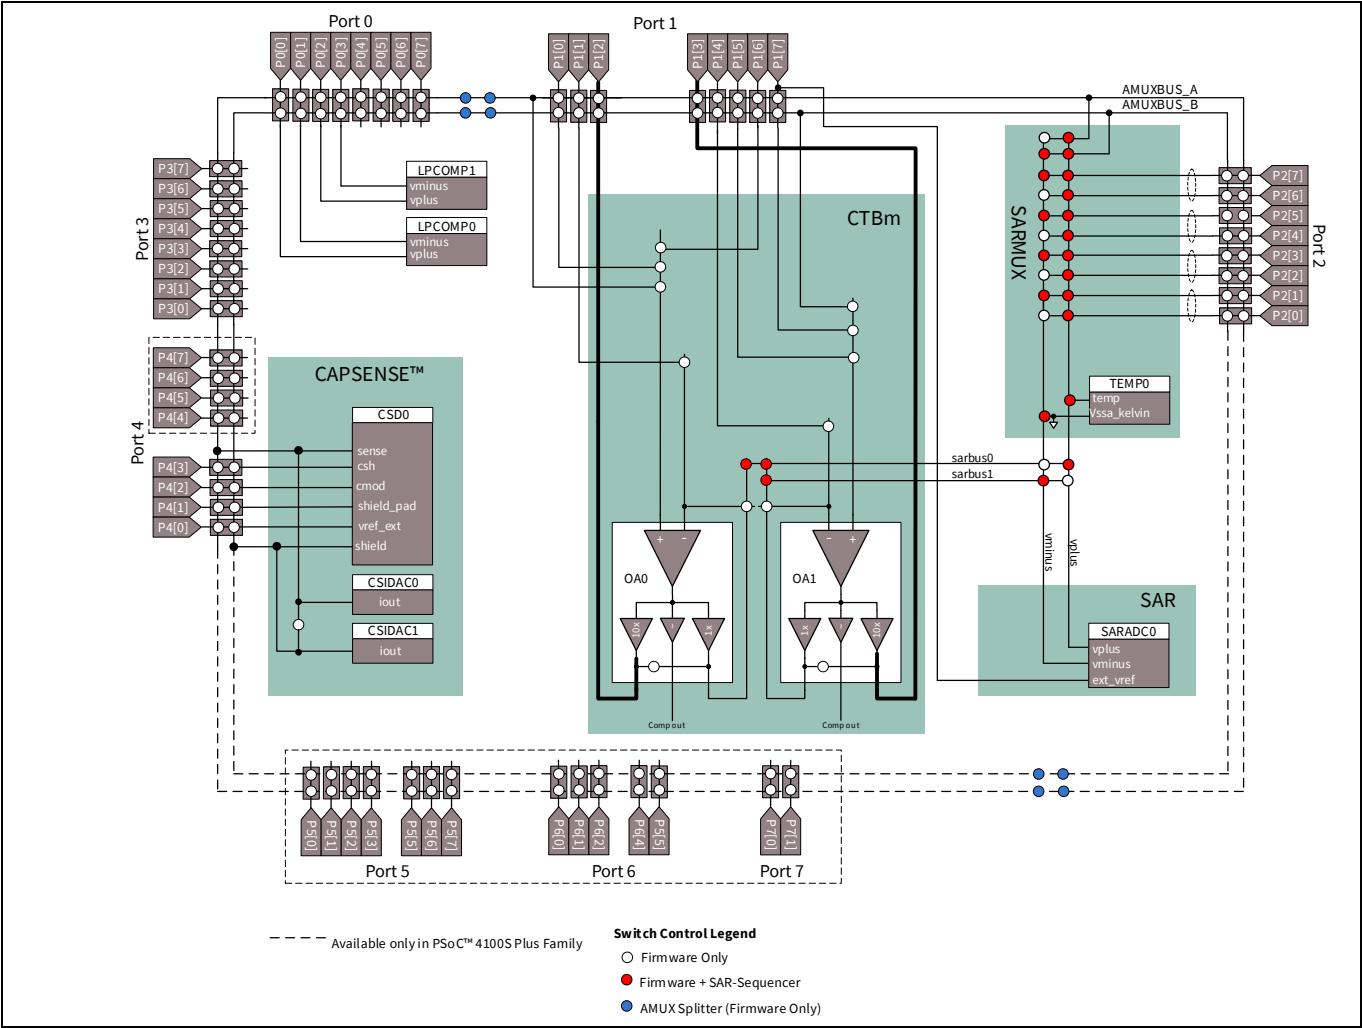
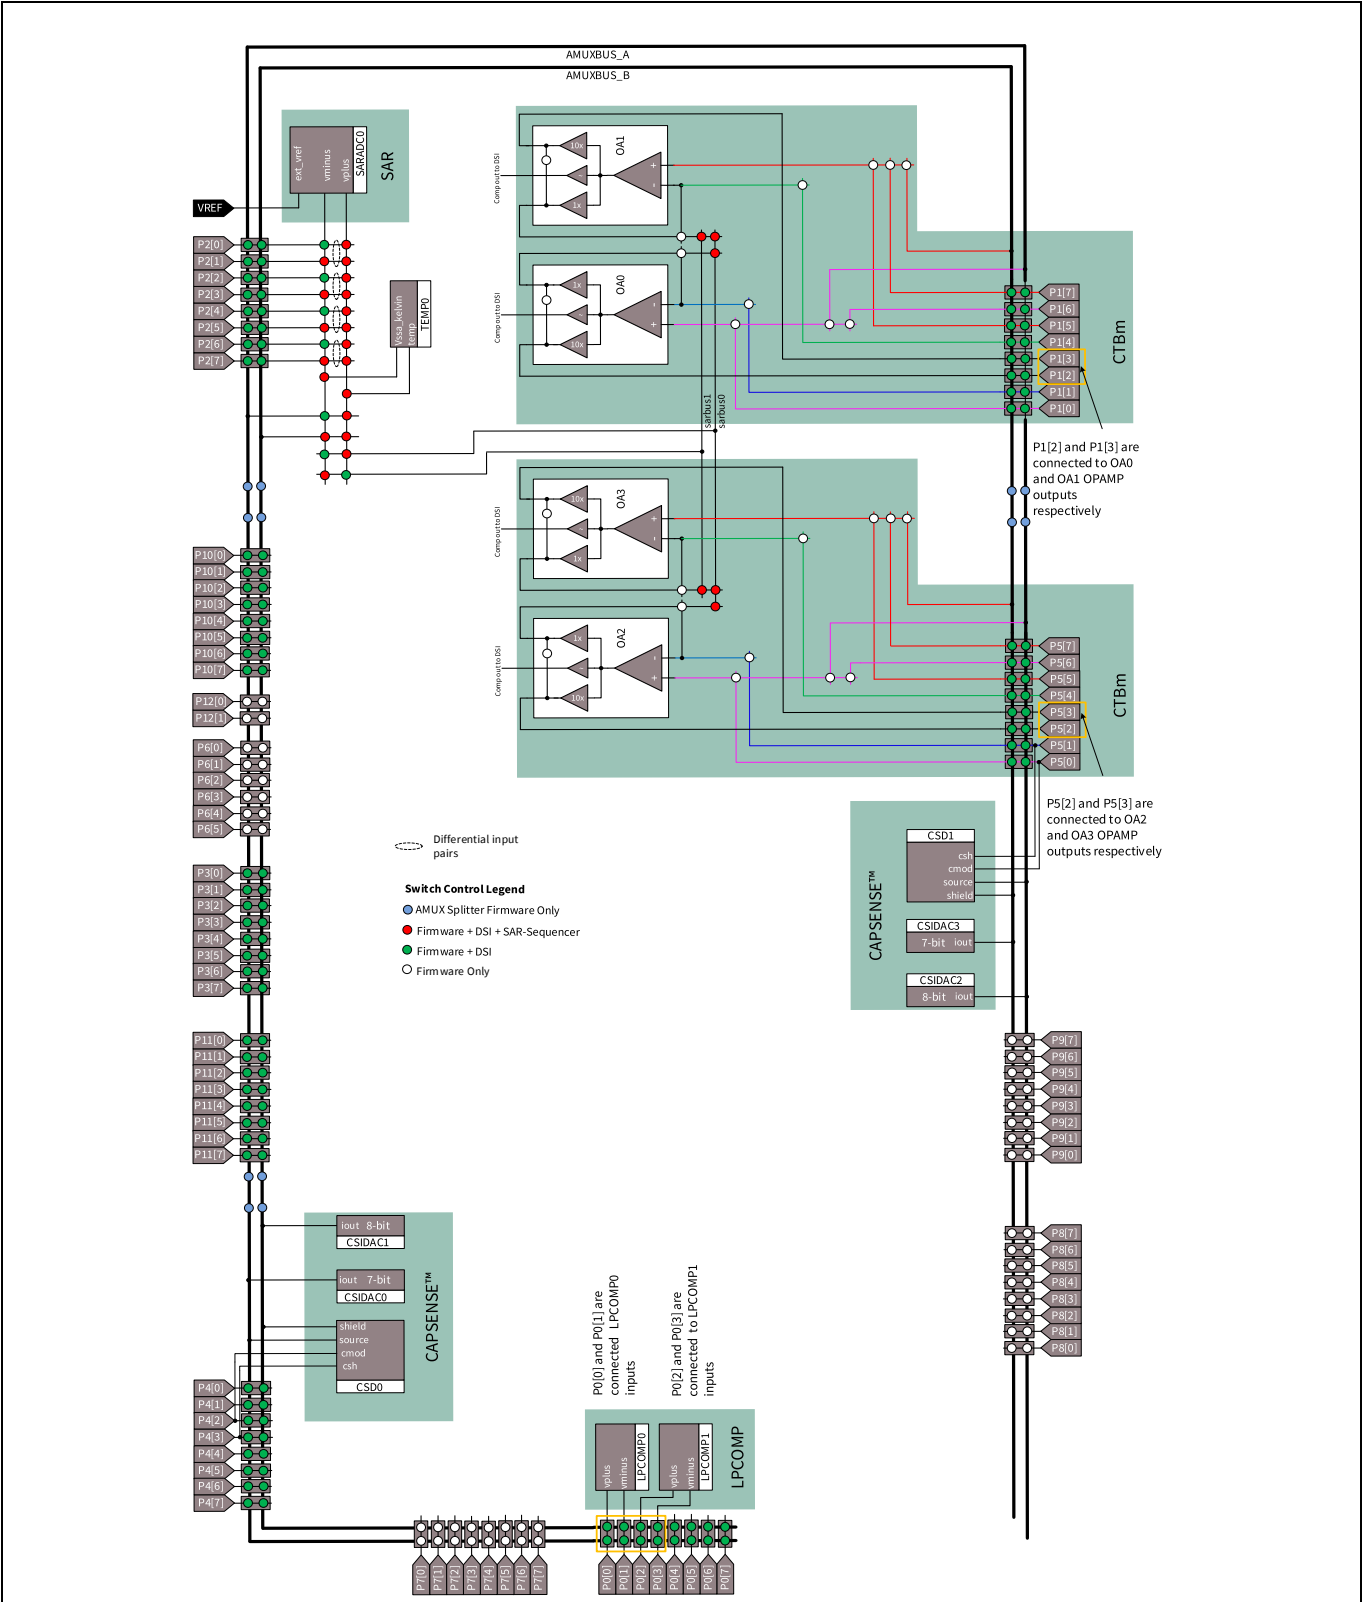

Figure 14 PSoC™ 4100S/4100S Plus アナログ配線図
Figure 17 PSoC™ 4200L アナログ配線図
以下は、他の PSoC™ 4 デバイスのアナログ配線のキーポイントです。Figure 13～Figure 17 を参照してください。
- これらは CAPSENCE™ CMOD およびシールド タンク コンデンサのための専用ピンです。ピンの詳細は Figure 13～Figure 17 を参照してください。
- Figure 14～Figure 17 に示すように、AMUXBUS_A および AMUXBUS_B はスイッチ (青色でマーク) を使用して分割できます。これは、AMUX バスが、入力と出力がシステムで CAPSENCE™と共に配線されるオペアンプ/コンパレータなどの非 CAPSENCE™アプリケーションに必要とされる場合、有効です。